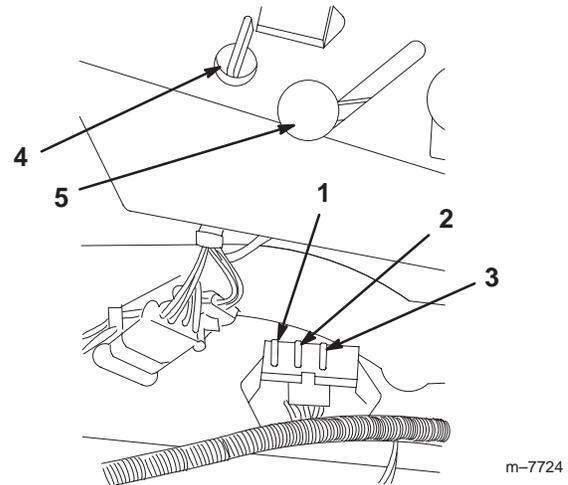

Bild 65
1. Heben Sie den Sitz an, um die Sicherungshalter zugänglich zu machen (Bild 65).
2. Ziehen Sie die Sicherung zum Wechseln heraus (Bild 65).